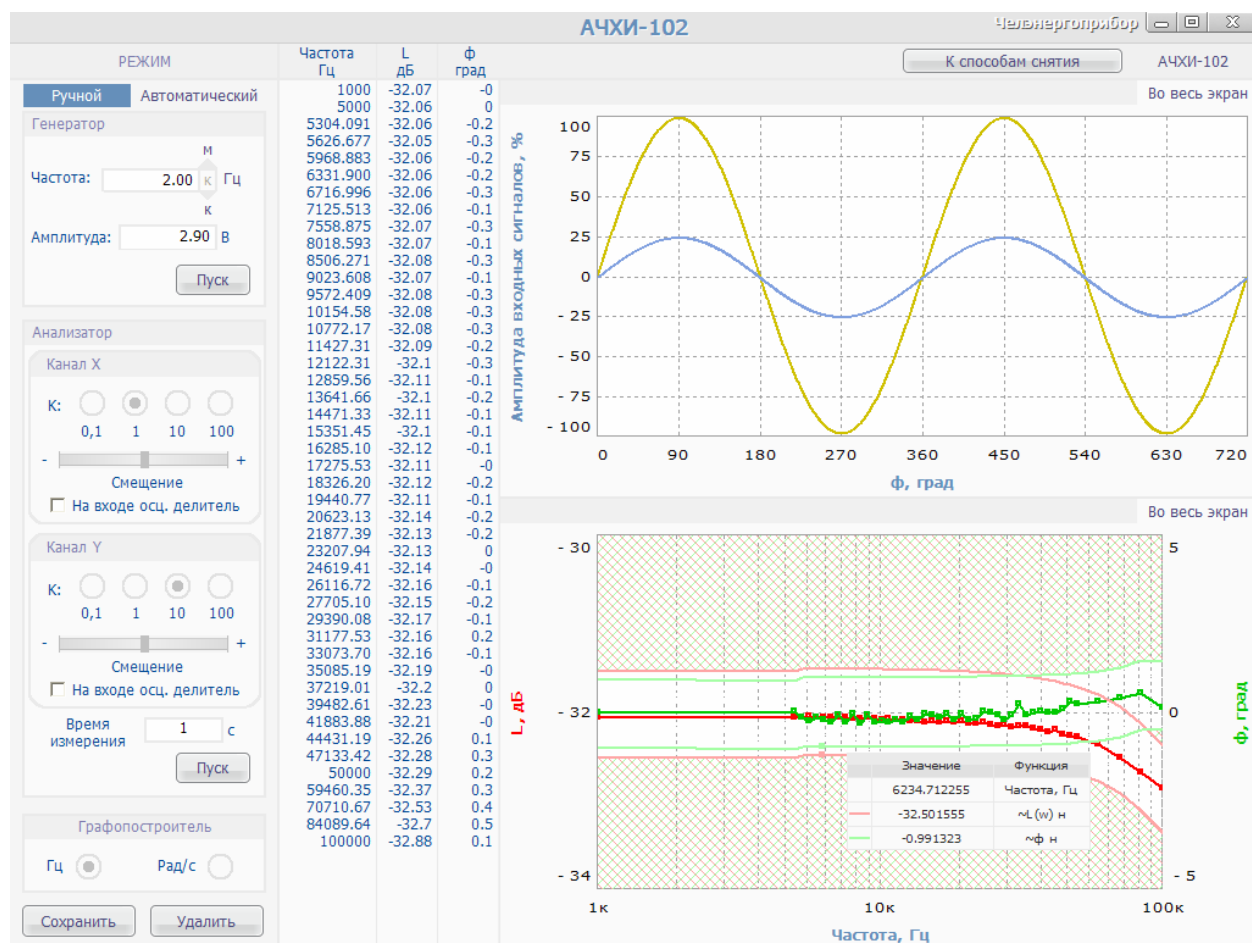

Рис. 14
В условиях рассматриваемого примера для проведения измерений рекомендуется установить следующие параметры: частота сигнала 2 кГц, амплитуда сигнала 2,9 В, десятикратное усиление входного сигнала канала Y, без смещения сигналов (Рис. 14).
В поле «Время измерения» окна «Анализатор» необходимо установить значение в секундах или в периодах. Например, пусть время измерения составляет 1 с (Рис. 14). Обратите внимание на то, что «Время измерения» – это время снятия одной токи ЧХ (время интегрирования  $T$ , в формулах (1)).